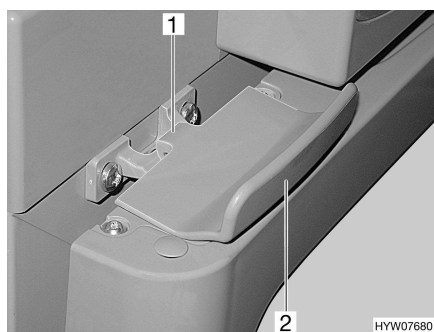

Fig. 94 Bloqueo de la puerta del frigorífico, cerrado (Thetford)
- Abrir la puerta del frigorífico con el tirador (Fig. 94,2). El bloqueo (Fig. 94,1) se abre automáticamente.